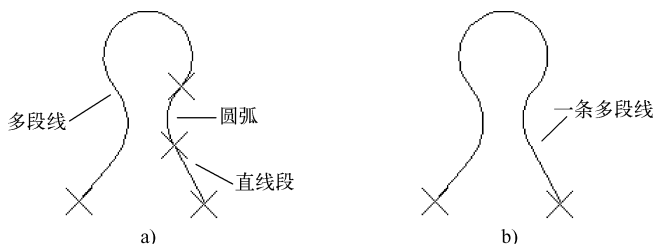

图 2-64 合并多段线
(1) 合并(J): 以选中的多段线为主体, 合并其他直线段、圆弧和多段线, 使其成为一条多段线。能合并的条件是各段端点首尾相连, 如图 2-64 所示。